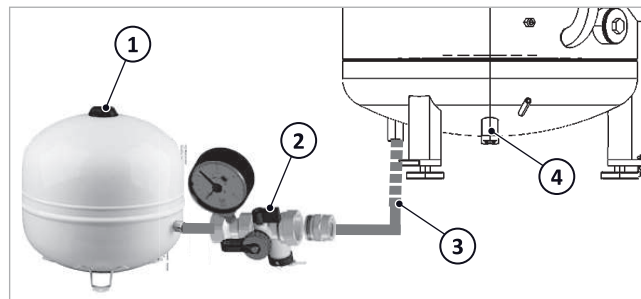

Fig. 3: MAG con gruppo di collegamento per SolvisBen
SolvisBen può essere ampliato con un impianto solare termico. Internamente dispone già di uno stratificatore solare → fig. 3 (4) per la stratificazione ottimale dell'energia termica solare nell'accumulatore, e di tutte le funzioni di regolazione per la regolazione del sistema in modalità solare. La stazione di trasmissione solare SÜS-5,5 disponibile come accessorio può essere collegata facilmente a SolvisBen con i nostri collettori solari e i relativi materiali di montaggio.